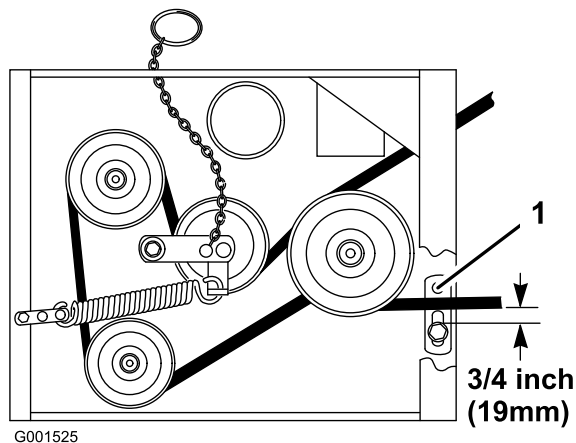

Figura 56
8. Compruebe que la guía de la correa, situada debajo del bastidor del motor, está ajustada correctamente (Figura 56).
Nota: La distancia entre la guía de la correa y la correa del cortacésped debe ser de 19 mm (3/4 pulg.) cuando la correa del cortacésped está engranada (Figura 56). Ajuste la correa del cortacésped si es necesario. La correa no debe rozar ni salirse de la polea si las guías y la tensión de la correa están correctamente ajustadas.